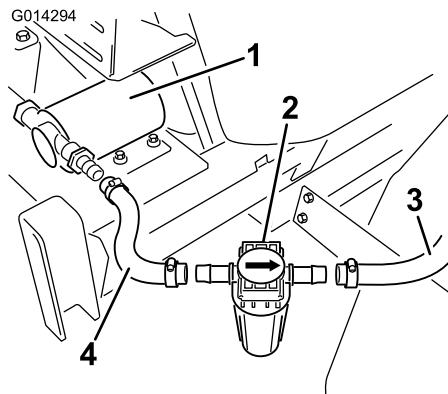

Bild 25
3. Bauen Sie den Filter parallel zu den offenen Schlauchenden ein, die von der Pumpe und zu den Spüldüsen verlaufen (Bild 25).